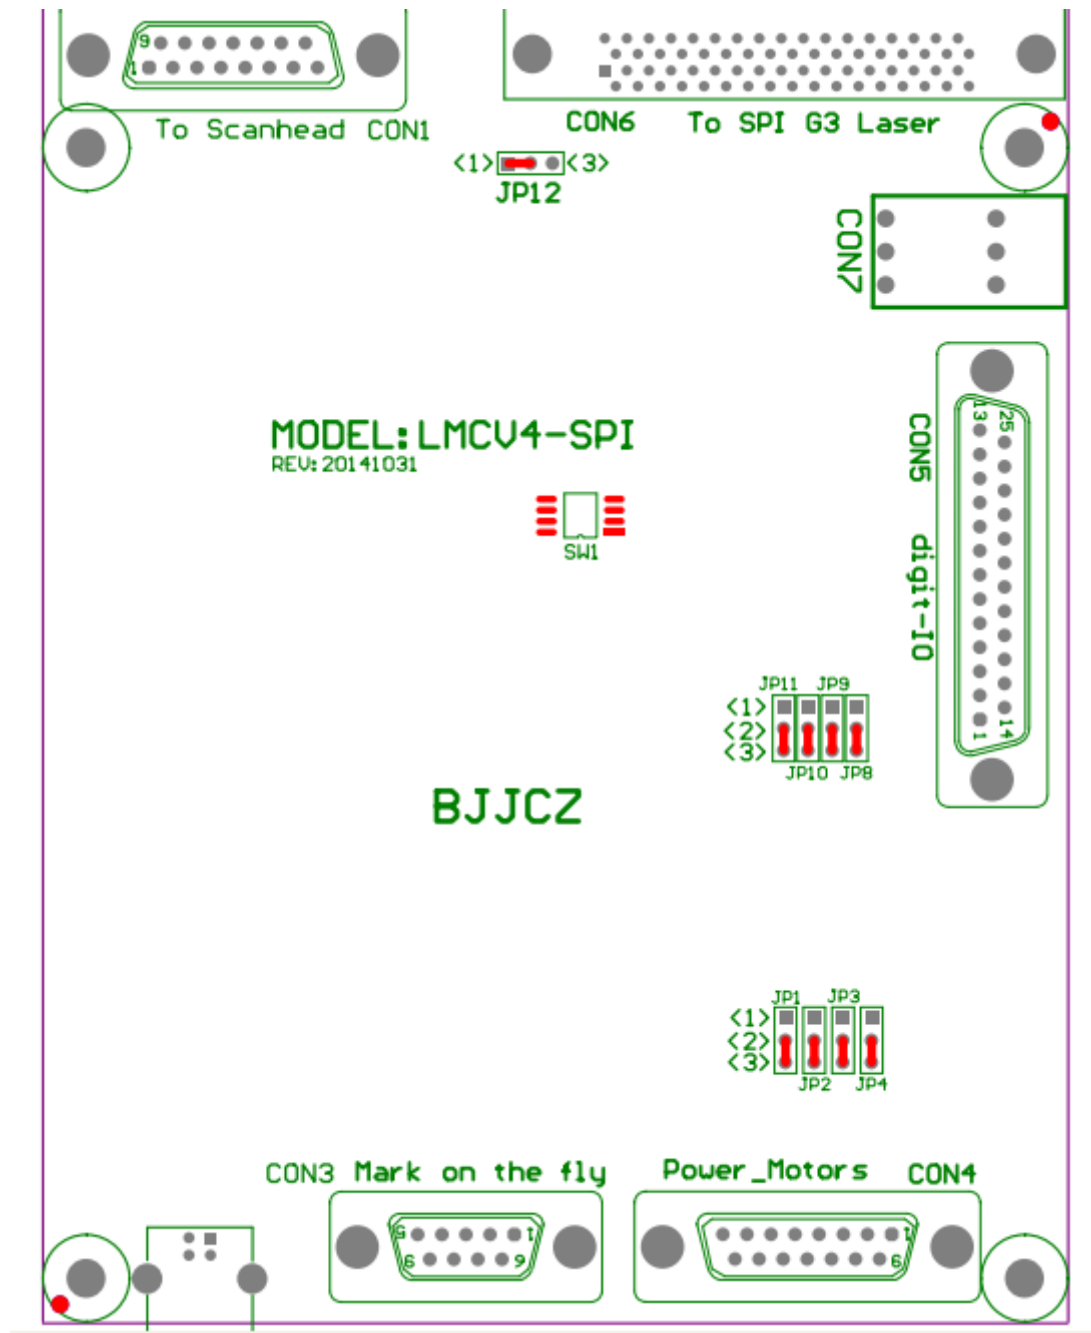

图 2-6 SPI G3 专用控制卡 JUMPER 示意图
在图 2-6 中, 有一个 SW1 的位置上, 焊接了一个拨码开关。此拨码开关为板卡索引号, 0——7。在多块卡同时工作时, 用以区分不同的板卡。拨码开关左侧的 0, 1, 2 分别对应为二进制的 b2 b1 b0。将拨码开关的位置拨向左侧 (ON) 的位置表示该位为 0, 否则为 1。